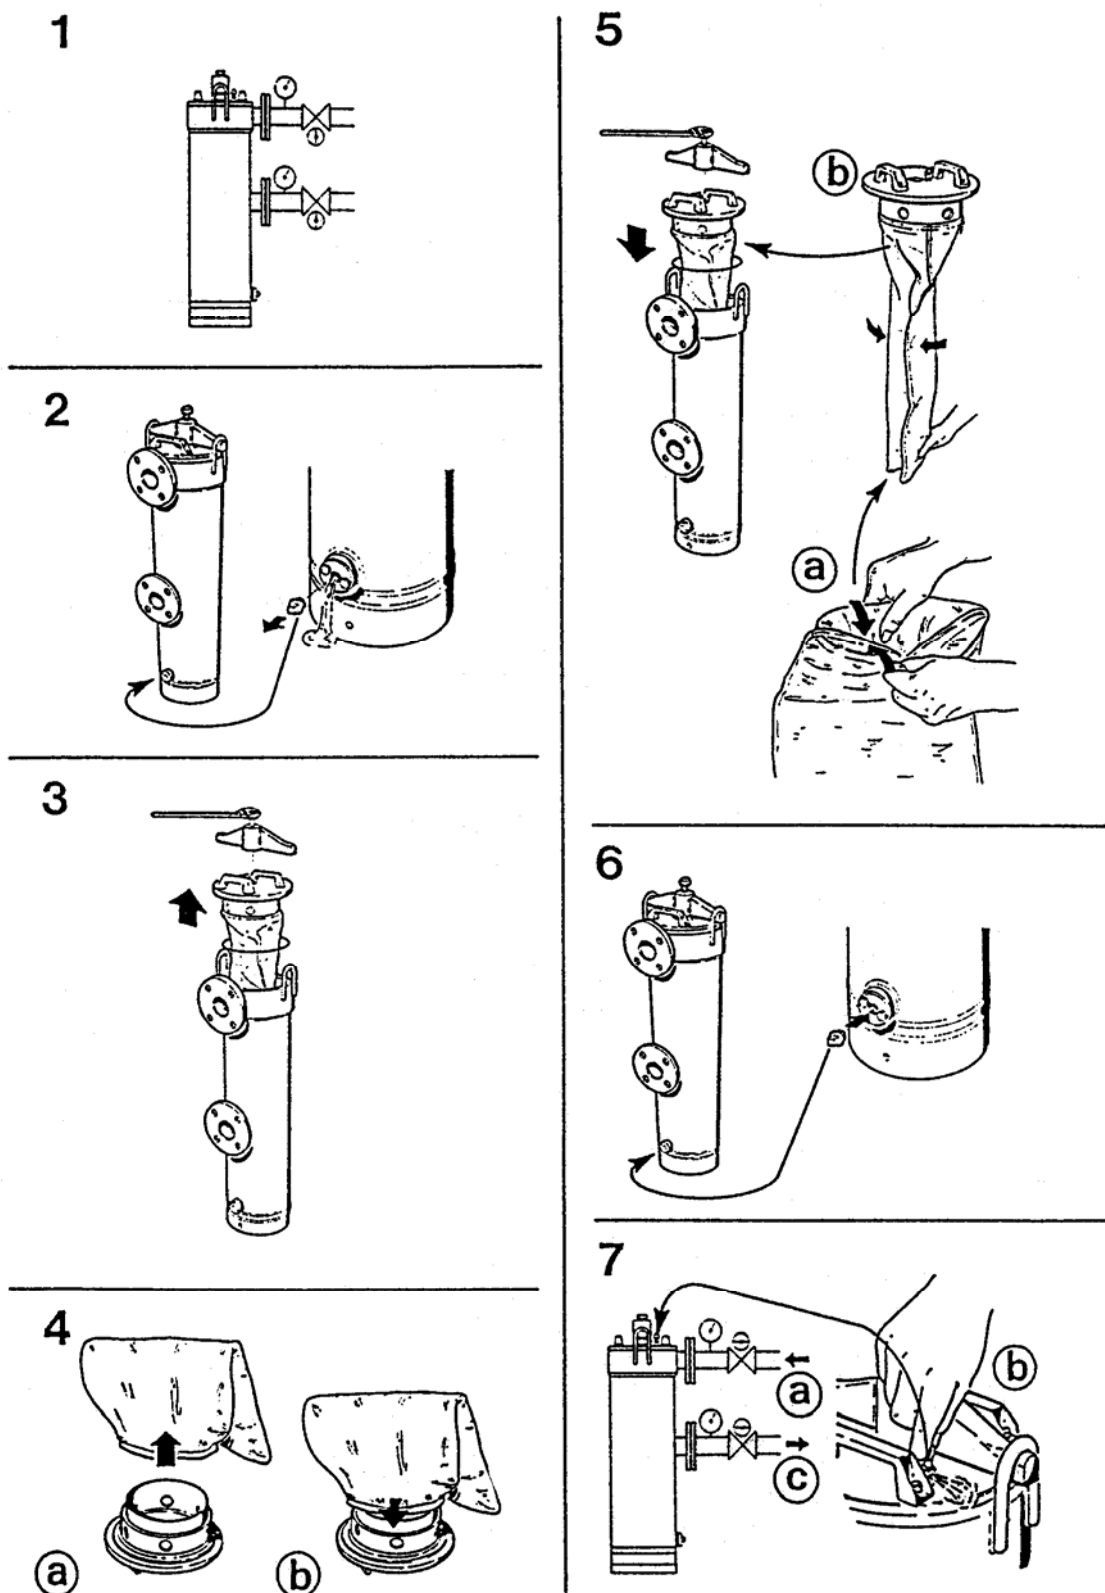
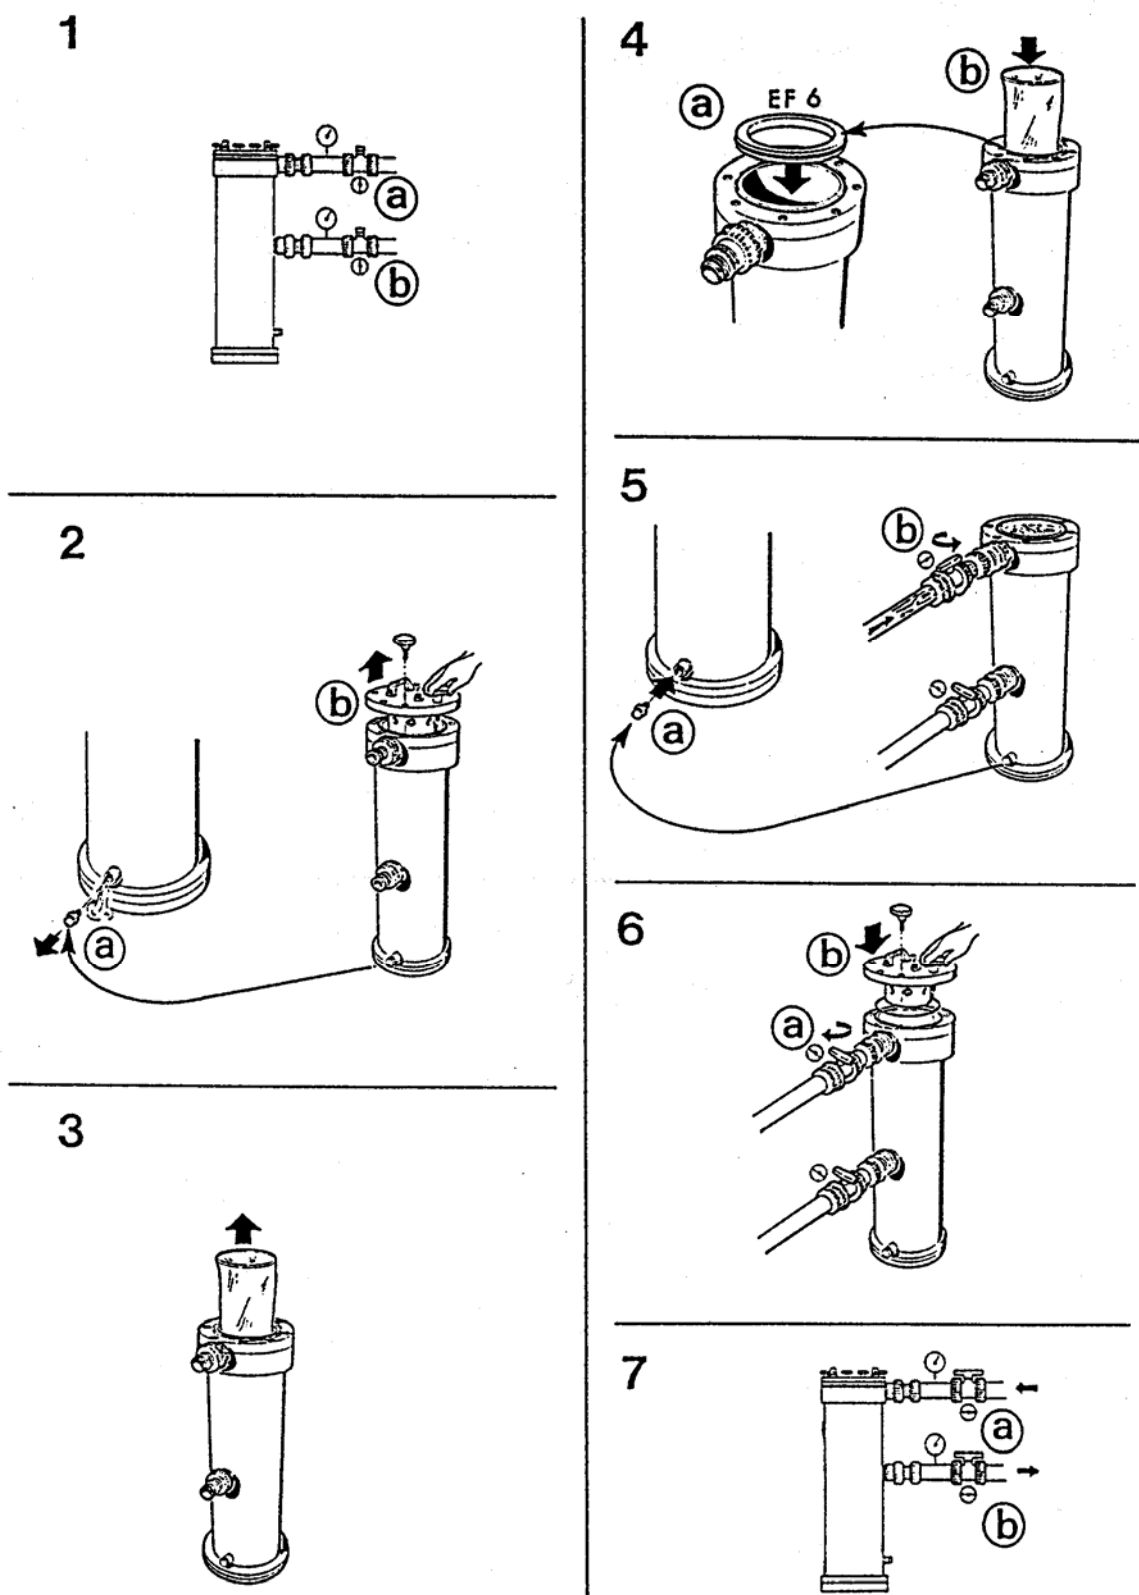

Fig. 1
Fig. 2 **Byte av filterpåse på påstryckfilter typ EF 2 och EF 6.**
4. Utrusta inkommande och utgående med avstängningsventiler, t.ex. kulventil och installera två tryckmätare för avläsning av diffryck över filtret. Se fig. 1 och 2.
4. Byte av filterpåse visas i fig. 1 (EF 5, EFG 5, EFG 7 och EFG 8) eller i fig. 2 (EF 2 och EF 6).
OBS! Montera en ventil för dränering (se bild 2), använd ej pluggen som ventil.